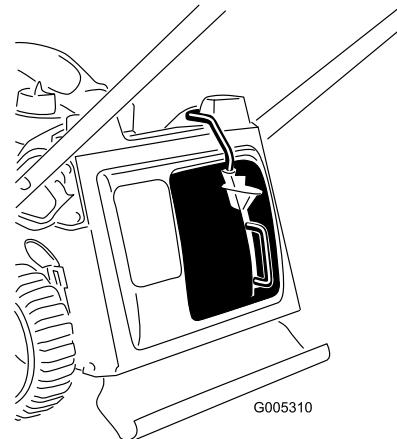

Figura 9
3. Suelte el botón de la palanca y asegúrese de que la parte superior de la palanca está introducido hasta el fondo de la ranura (Figura 9). **Si la parte superior de la palanca no está dentro de la ranura, el cortacésped se apagará cuando se engrane la barra de control de la cuchilla.**